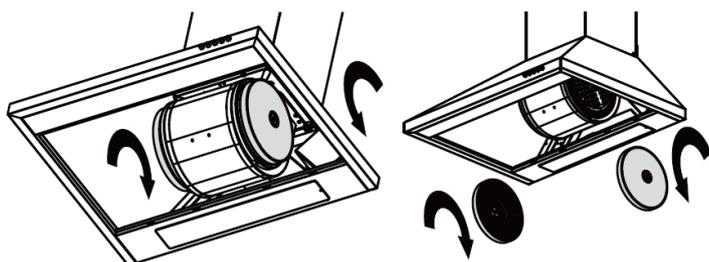

Figura 17
-Girar o filtro de carvão ativado no sentido anti-horário conforme FIGURA 17.